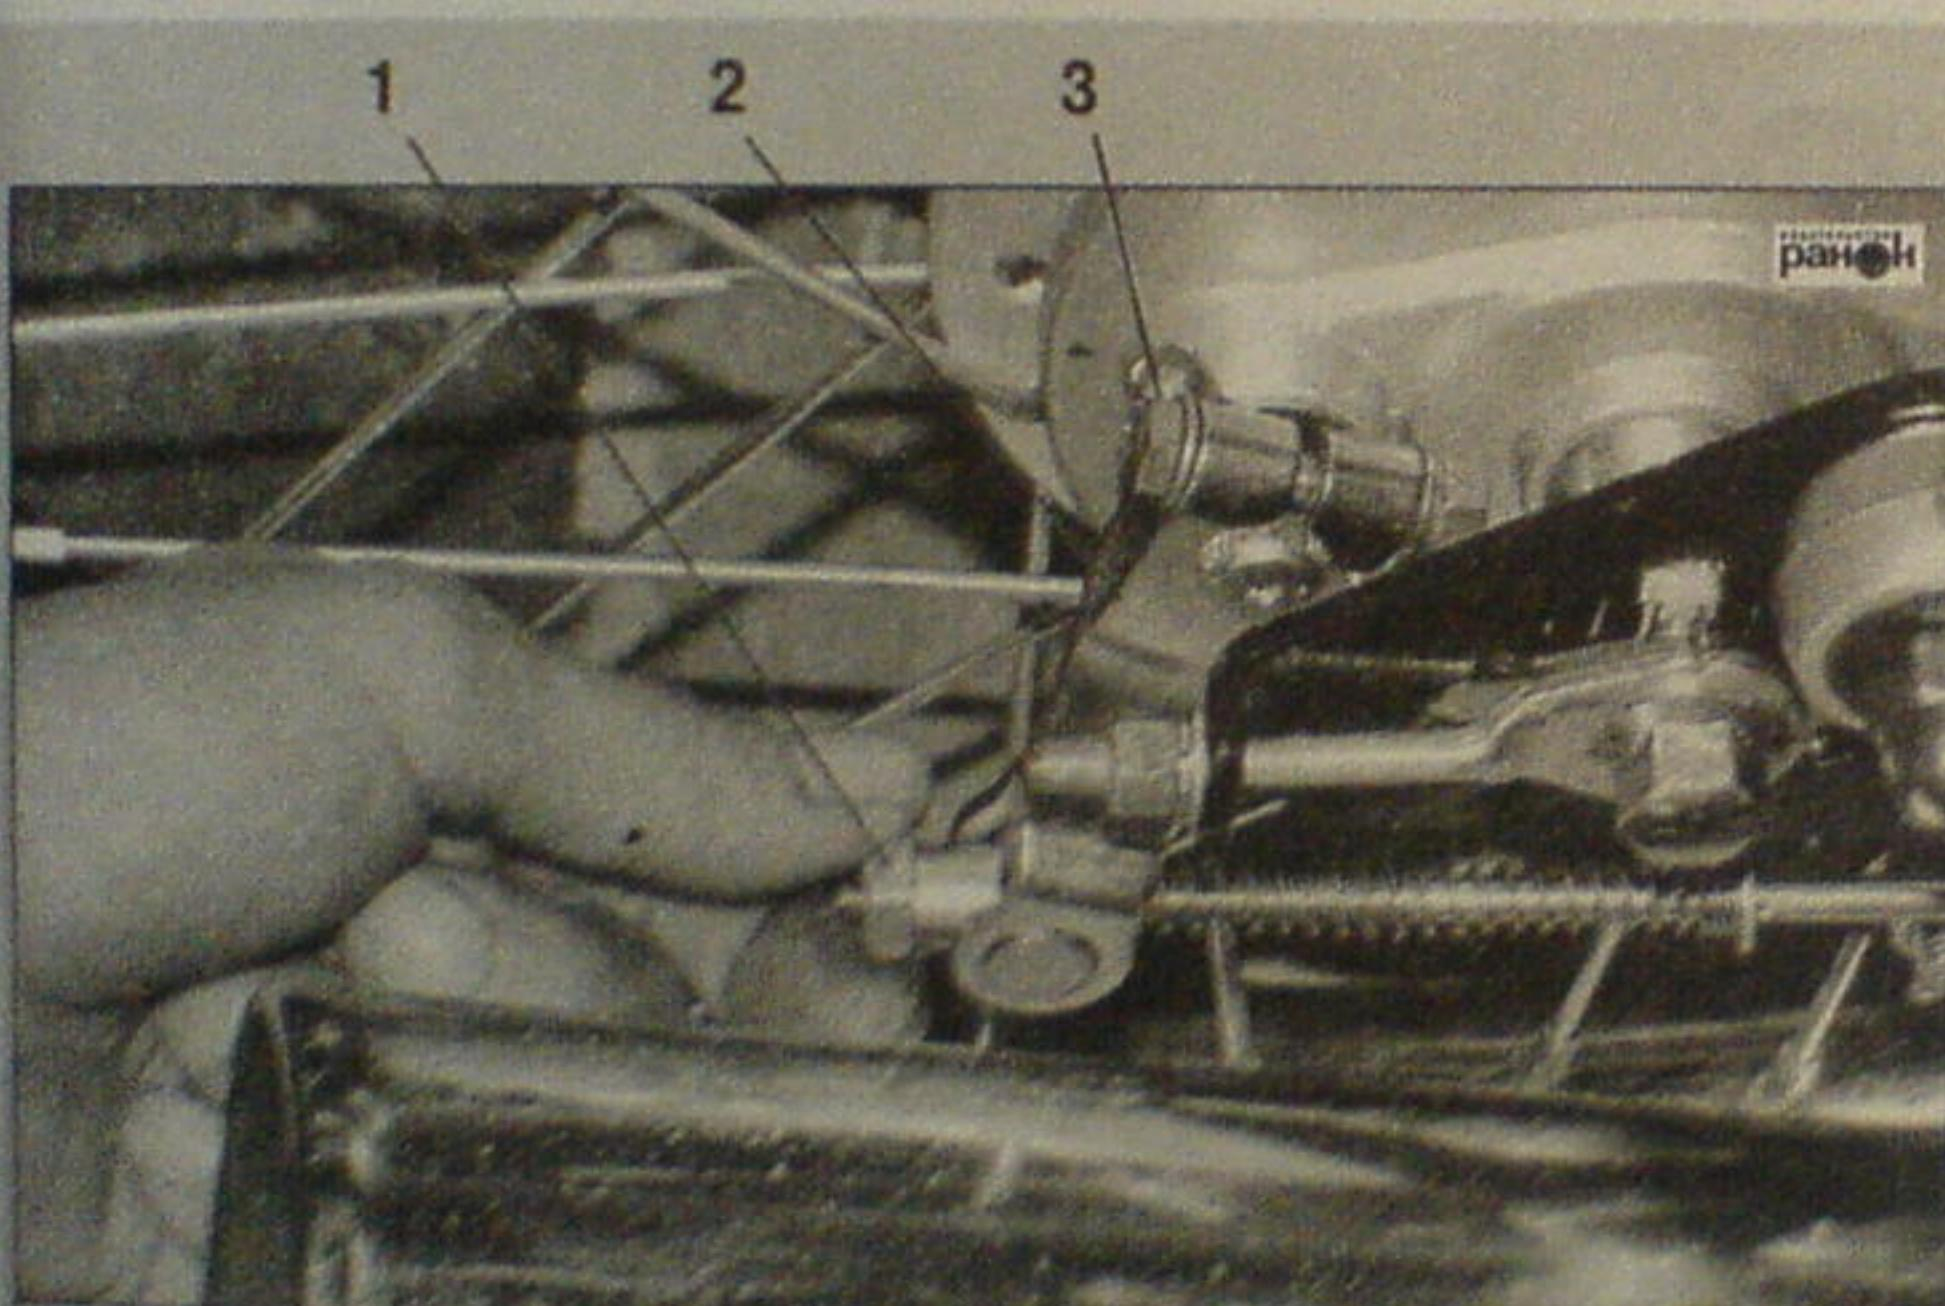

Рис. 35. Регулировка заднего тормоза: 1 – регулировочная гайка; 2 – тормозной рычаг; 3 – тяжа тормозного рычага заднего колеса
- отрегулировать свободный ход педали заднего тормоза (для уменьшения свободного хода нужно вращать регулировочную гайку 1 (рис. 35) по часовой стрелке, а для увеличения свободного хода – против часовой стрелки);
Отрегулировать задний тормоз можно переставив на 1–2 шлица тормозной рычаг 2 (рис. 35).